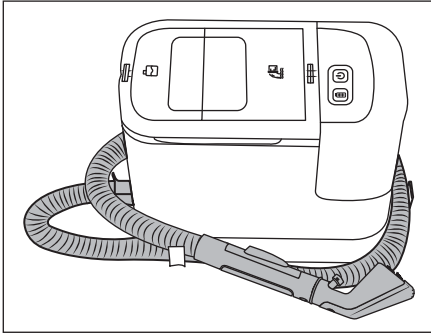

Fig. 4
- ◆ Estrarre il reggitubo 15 dall'apparecchio. Avvolgere il flessibile di spruzzo/aspirazione 19 intorno all'apparecchio utilizzando i reggitubo 15/16 (vedere fig. 4).